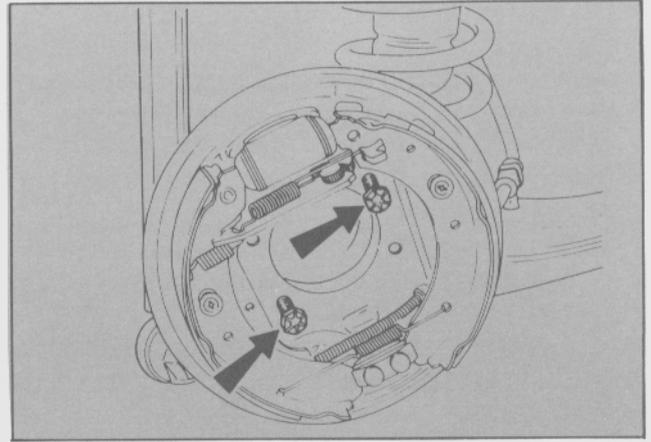

Fig. 24. Sujeción provisoria del plato portafrenos
- Retirar los dos tornillos que mantenían provisoriamente el plato portafrenos al brazo de suspensión (Fig. 24).